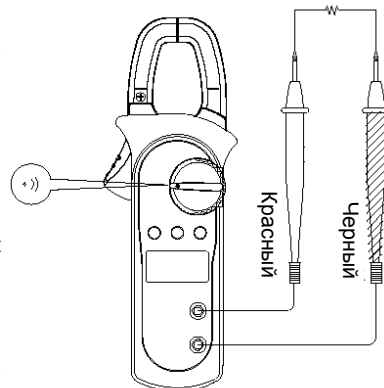

Рисунок 6
D. Прозвонка электрических цепей (см. рисунок 6)
- Рисунок 6